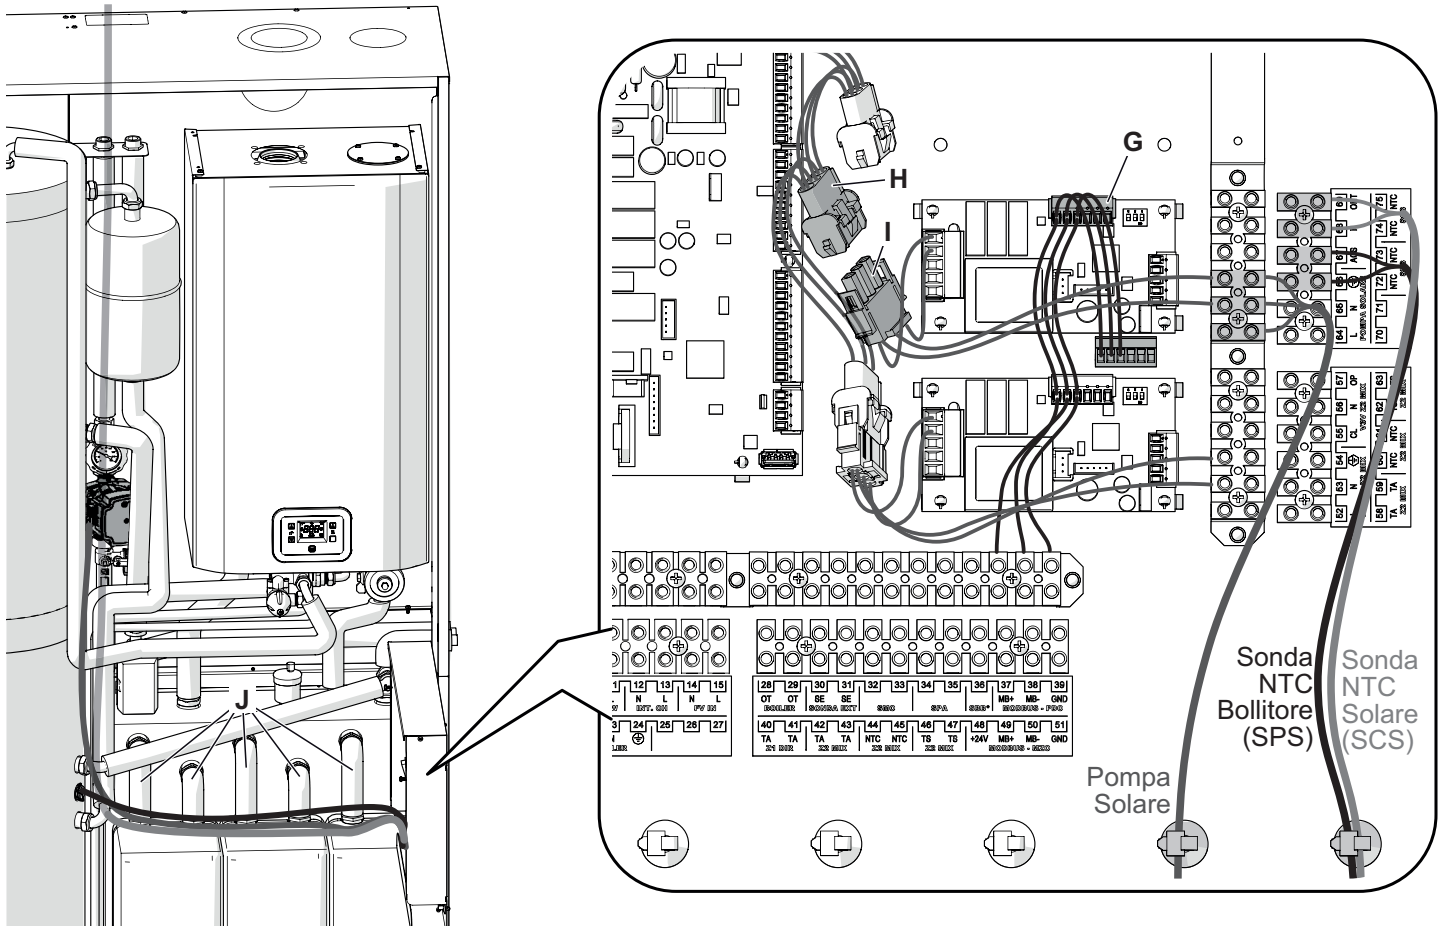

Figura 2.44
- Collegare uno dei terminali a 6 poli (G), presenti all'interno del quadro di sistema, alla scheda di controllo.
- Collegare uno dei connettori a 3 poli (H), presenti all'interno del quadro di sistema, al connettore a 3 poli (I) della scheda di controllo.
- Inserire la sonda collettore nel pozzetto, far scorrere il cavo dietro i tubi (J) dei gruppi di rilancio e collegarlo alla morsettieria quindi bloccarlo con l'apposita fascetta (Figura 2.44). Il cavo fornito in dotazione, di tipo PT1000, dovrà necessariamente essere raccordato con uno spezzone di cavo di lunghezza adeguata per poter giungere dal collettore fino alla scheda.
- Inserire la sonda bollitore nell'apposito pozzetto, far scorrere il cavo dietro i tubi (J) dei gruppi di rilancio, tagliarlo a misura e collegarlo alla morsettieria. Bloccarlo con l'apposita fascetta (Figura 2.44).